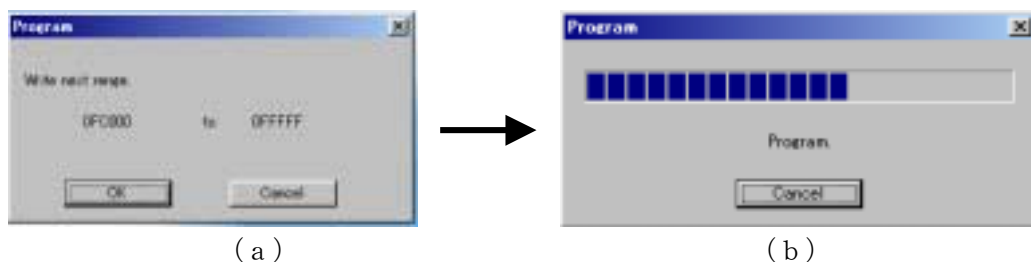

図37 「Program」ウインドウ
- ⑧ ブランクチェックが正常に終了すると、図37 (a) に示されるウインドウが表示されます。「OK」ボタンを押すと図 (b) のウインドウが開き、書き込みを開始します。